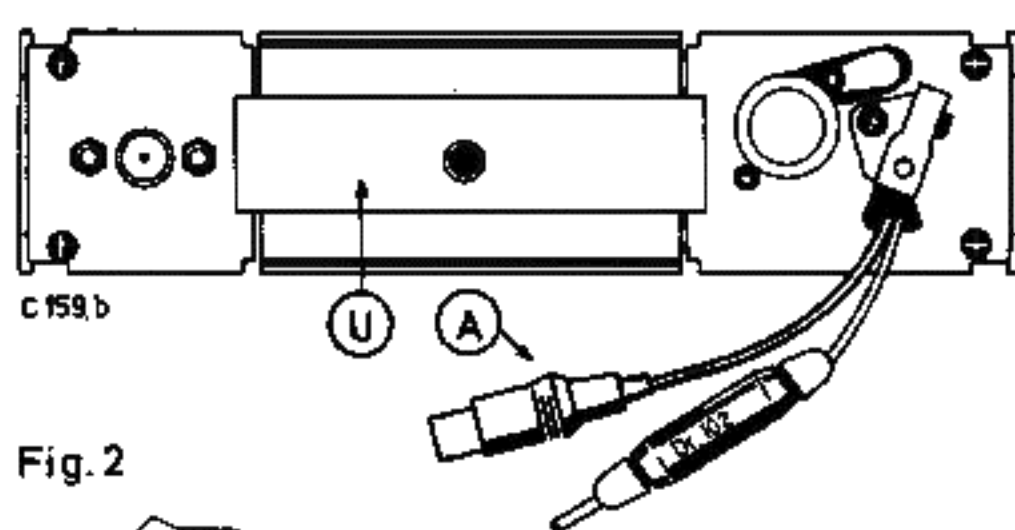

Fig. 2
2. Lautsprecheranschlüsse (Fig. 2)
10. Auswechseln der Endtransistoren (Fig. 2)
2. Loudspeaker connections (Fig. 2)
10. Replacing the output transistors (Fig. 2)